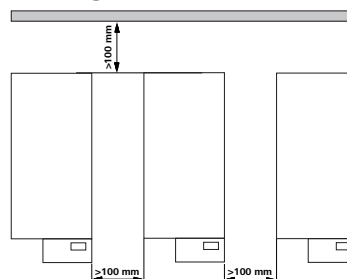

Fig. 2
- Соблюдайте минимальные расстояния между устройствами, между устройством и стеной и над устройством (мин. 800 мм), см. **Fig. 2**.